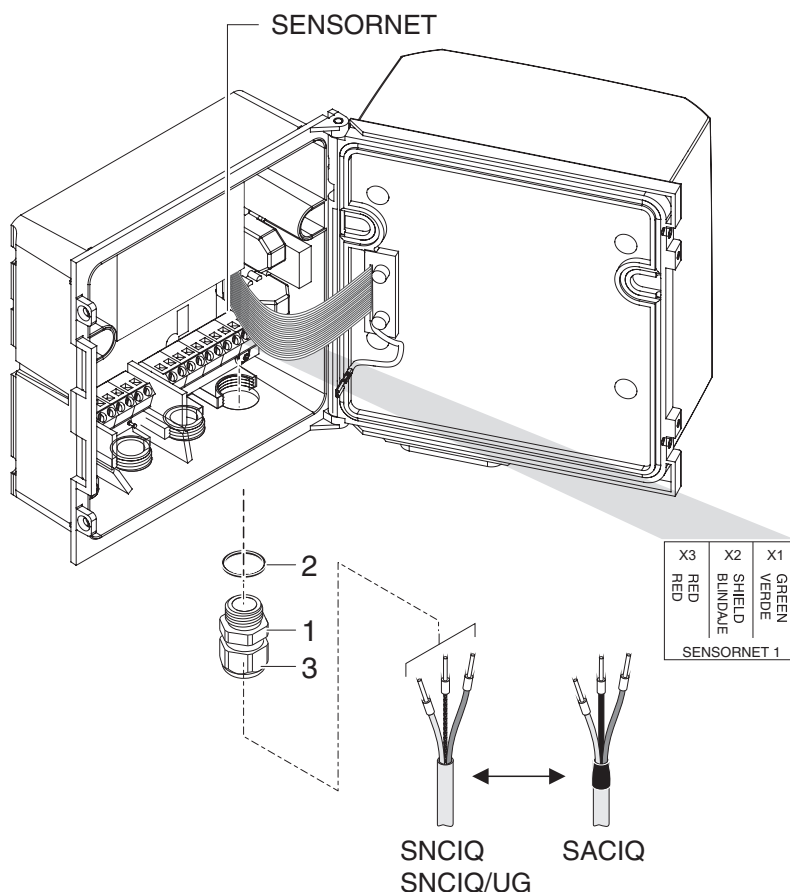

Fig. 3-3 Conexión del cable (ejemplo DIQ/S 28XCR3)
- 2 Atornille el casquillo prensacables (n.º 029 212, pos. 1 en la Fig. 3-3) con la junta (pos. 2) en la carcasa en la posición de montaje para la conexión SENSORNET (véase la etiqueta en la parte inferior de la carcasa).
- 3 Afloje la tuerca ciega (pos. 3 en la Fig. 3-3).
- 6 Apriete la tuerca ciega (pos. 3 en la Fig. 3-3).